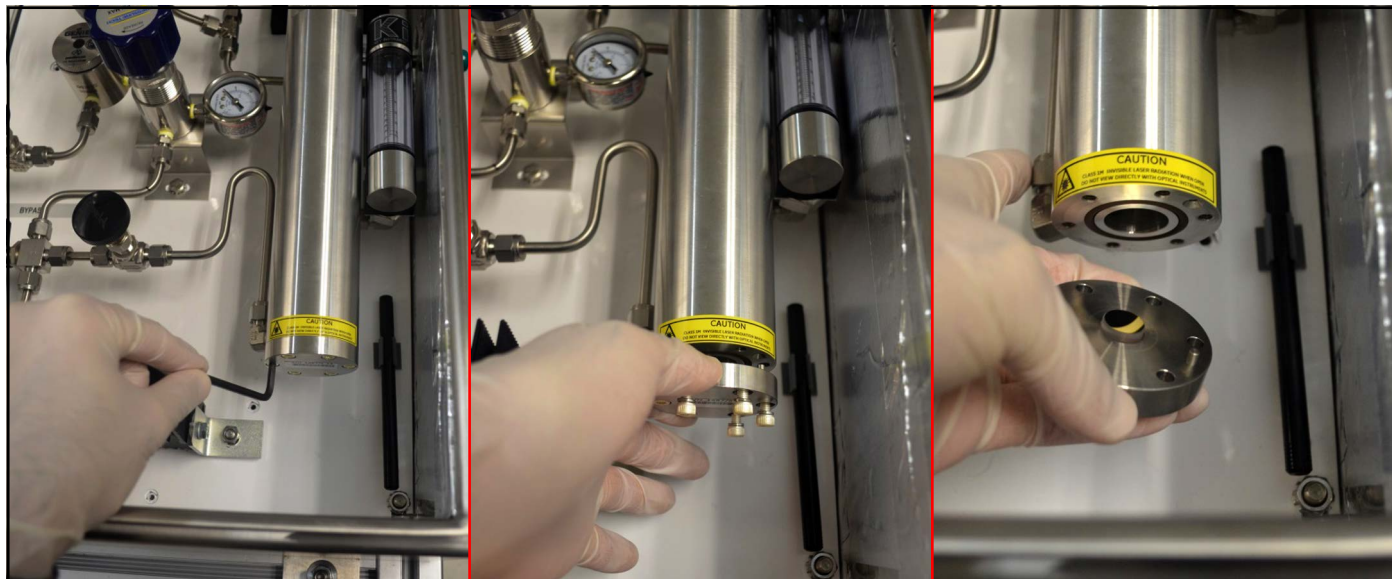
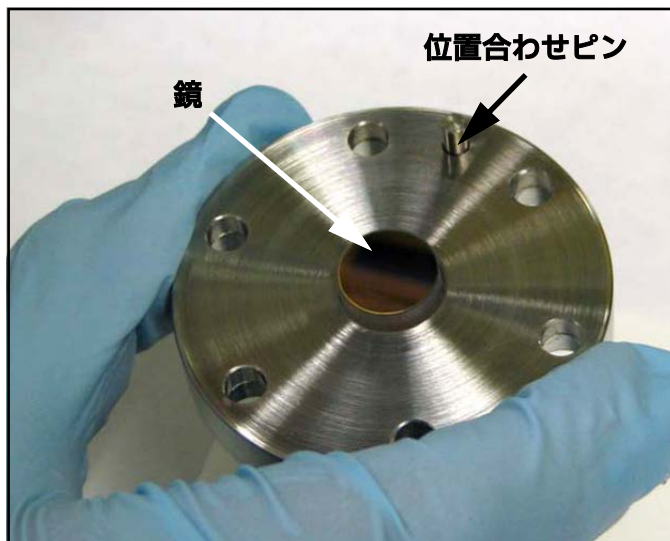

図 84: 吸光セルからの鏡のエンドキャップアセンブリの取り外し
図 85: 鏡アセンブリの取り扱い
1. 5/32 インチ六角レンチを使用して、鏡を固定している 6 本の六角穴付きボルト（下の図 84 を参照）を取り外します。鏡のステンレス製ベースを片手で支えながら、最後の固定ボルトを外します。鏡は真っ直ぐ下に引っ張って取り外します。取り外しを容易にするために、位置合わせピン（下の図 85 を参照）が 1 つあります。